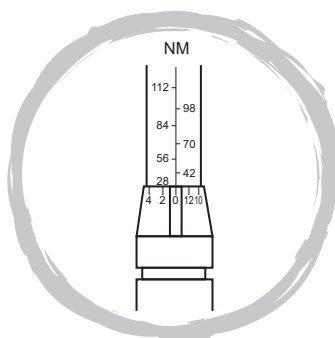

рис. 1
- Вращайте рукоятку, пока одно из нулевых значений на горизонтальной шкале не сравняется с необходимым значением на вертикальной шкале на теле ключа и ближайшим, не превышающим необходимое значением на шкале (рис. 1).